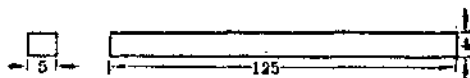

图 10
8. 捆条: 用 $4 \times 5 \times 125$ [毫米]³ 木条制捆条两根 (图 10), 砂光后, 一条装在滑板上方支架板上, 另一条与第一条平行装在支架板的圆角上。